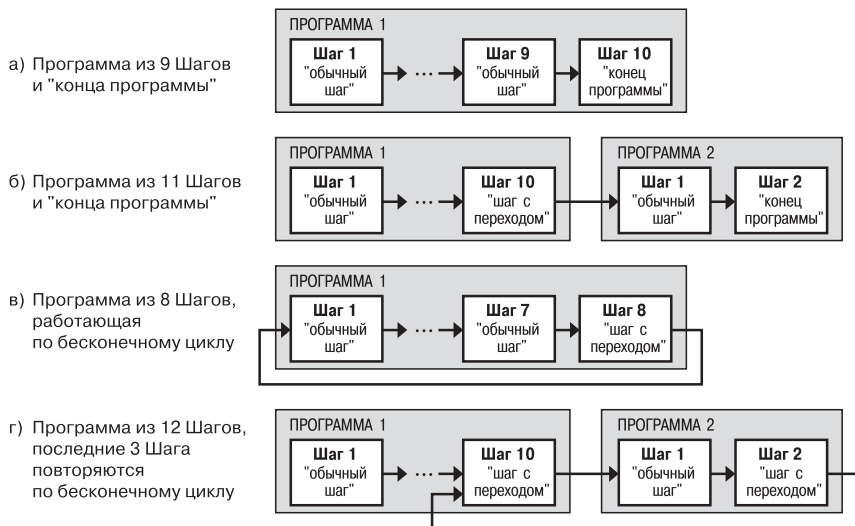

Рис. 3. Примеры Программ, которые можно реализовать с помощью различных типов Шагов
- Программу, состоящую более чем из 10 Шагов (рис. 3, б, г);
- Программу, работающую по бесконечному циклу (рис. 3, в, г).
Нециклическая Программа в ТРМ151-03 (рис. 3, а, б) состоит из последовательности «обычных шагов» и «шагов с переходом», которая заканчивается Шагом типа «конец программы».